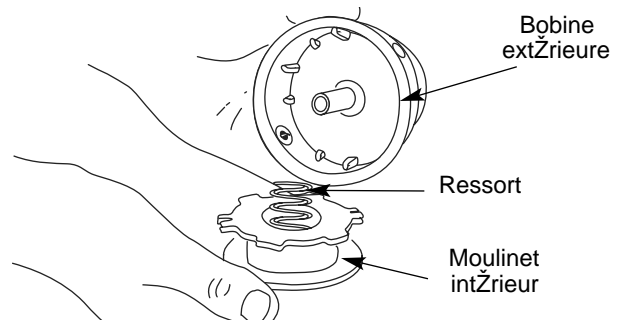

Fig. 13
2. Retirez le moulinet intérieur de la bobine extérieure (Fig. 13).
3. Retirez le ressort du moulinet (Fig. 13).
2. Retirez l'ancien moulinet intĚrieur de la bobine extĚrieure (Fig. 13).
3. Retirez le ressort de l'ancien moulinet intĚrieur (Fig. 13).